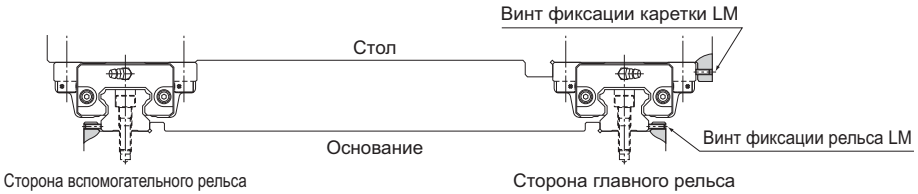

Рис.5 Если на станке имеется ударная нагрузка
(1) Осторожно поместите стол на каретки LM и временно закрепите его установочными болтами.
(2) Прижмите каретки LM со стороны главного рельса к боковой базовой поверхности стола при помощи фиксирующих болтов и установите стол на место. (См. Рис.5 на с. **В1-91**.)
(3) Полностью затяните установочные болты на главной и вспомогательной стороне. На этом установка завершена.